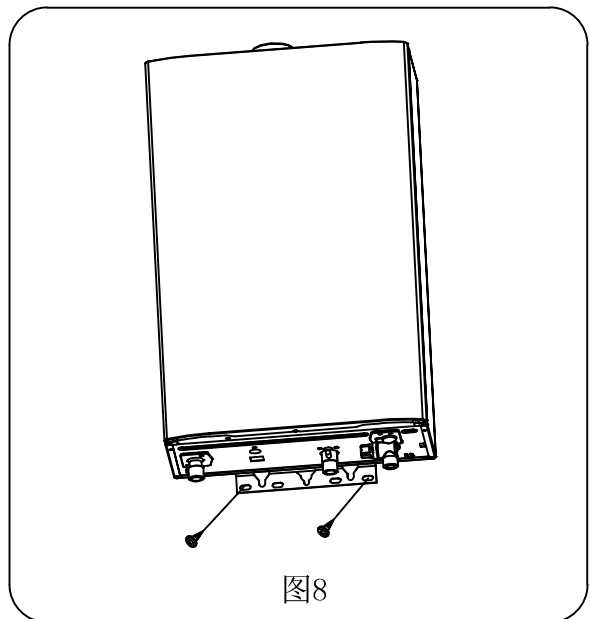

图8
- (3) 在热水器在下挂架的小孔处用两塑料膨胀螺钉固定好（图8）。